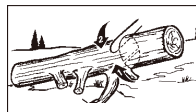

Fig. 13B
2. Bûche soutenue à une extrémité : commencez par couper du bas vers le haut (tronçonnage par le dessous) jusqu'à 1/3 du diamètre de la bûche pour éviter l'éclatement. Ensuite, coupez du haut vers le bas (tronçonnage par le dessus) jusqu'à la première coupe en évitant tout pincement (Fig. 13B).